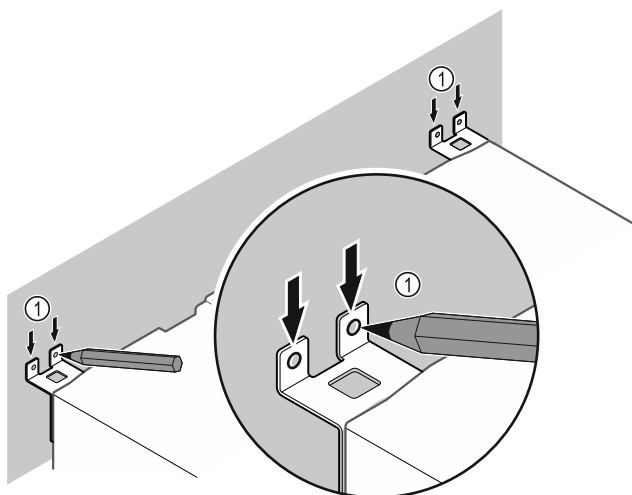

Fig. 10
- ▶ Na stezni narišite oznake Fig. 10 (1).